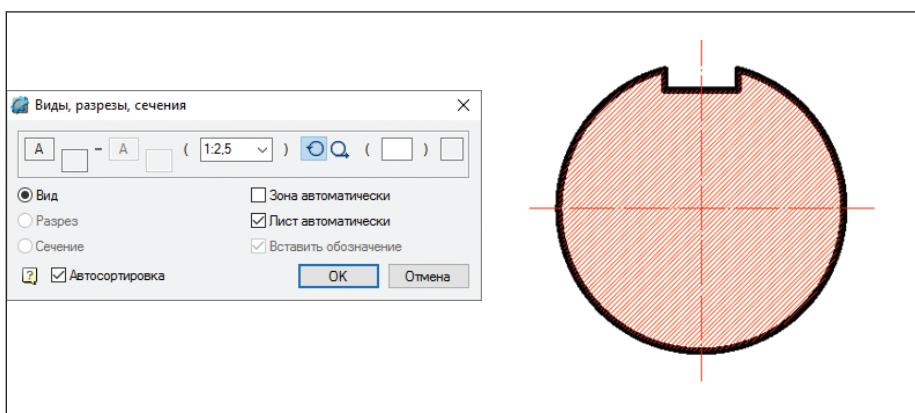

Рис. 5. Виды, разрезы, сечения
- виды, разрезы, сечения (рис. 5). Включенная опция автосортировки вида автоматически присваивает ему буквенное обозначение. Можно включить опции автоматической простановки листа и зоны, указать масштаб, спецсимволы повернутого и развернутого вида. Те же опции